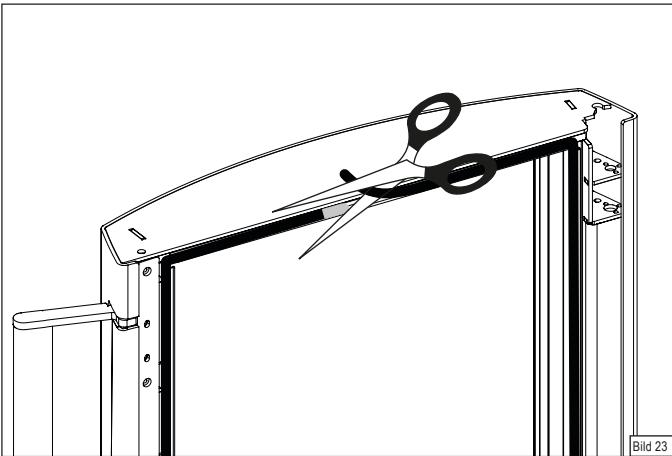

Bild 23
- Beginnen Sie mit dem Verlegen der Dichtung in der Mitte der Führung, im oberen Bereich der Feuerraumtür. Drücken Sie die Dichtung gleichmäßig in die Führung (Bild 22). Lassen Sie das Ende etwas länger überstehen und schneiden Sie die Dichtung bündig ab (Bild 23).